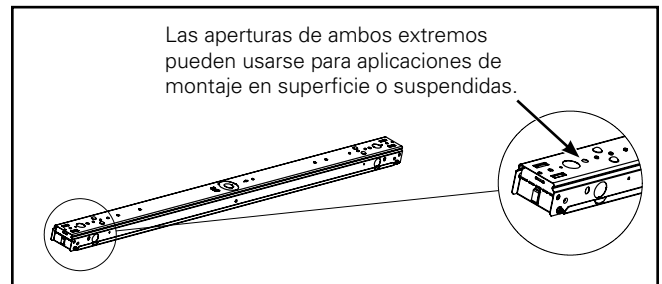

Figura 1.
1. Retire el conjunto del canal de la caja, retire la cinta alrededor de la cubierta del canal e instale en la superficie o en el techo suspendido según el código (herramientas suministradas por terceros). (Figura 1).